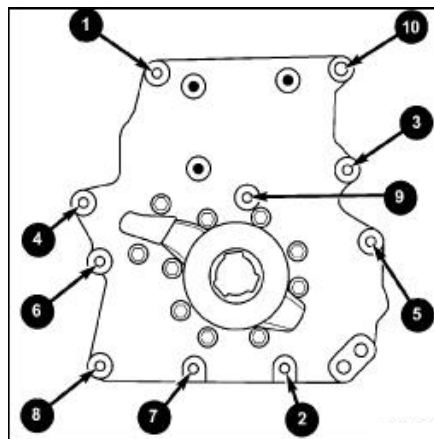

图. 16 正时链条盖紧固顺序
(5) 安装所有机油泵附件到曲轴，安装正时链条盖时，手动紧固所有的紧固件，紧固力矩 $12\text{ N}\cdot\text{m}$ （图. 16）。
(6) 安装动力转向油泵/水泵, 力矩为 $28\text{ N}\cdot\text{m}$ 。
(7) 安装压缩机, 螺栓力矩为 $28\text{ N}\cdot\text{m}$ 。
(8) 安装驱动皮带附件中间轮。
(9) 安装驱动皮带张紧器。
(10) 安装曲轴皮带轮。
(11) 安装驱动皮带附件。
(12) 安装驱动皮带护板。
(13) 安装右前车轮。
(14) 降下车辆。
(15) 安装水箱风扇。